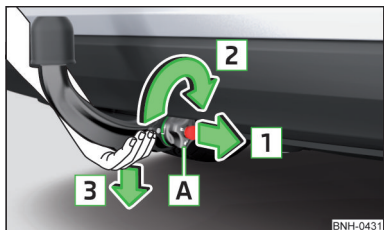

Fig. 138
- > Agarre la barra de cabeza esférica **desde abajo** » fig. 138.